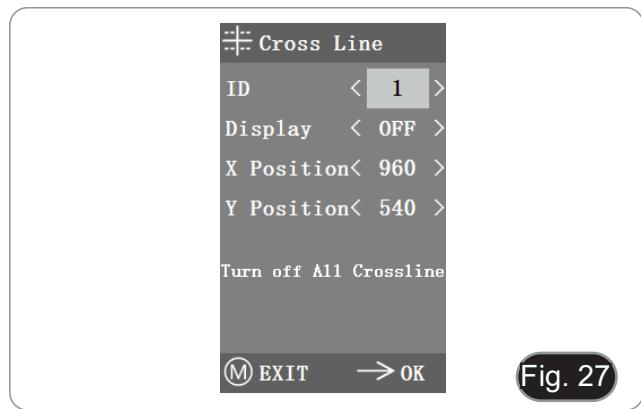

Fig. 27
- 1. Enter the Cross Line menu. (Fig. 27)